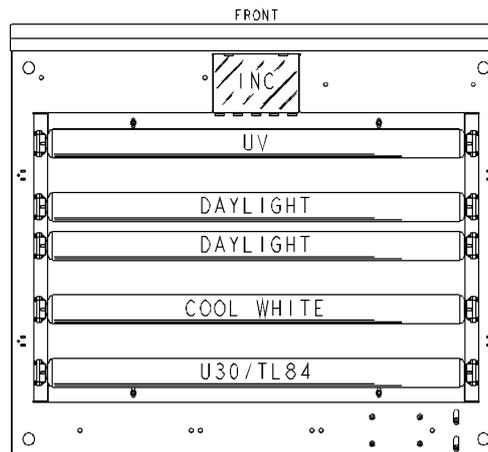

図2 - ランプ交換
7. 図2のように、全てのランプをハウジングアセンブリに取り付けます。出荷時は各ランプが既に取り付けられています。
2. 図2はランプ交換を表します。全てのランプを交換します。